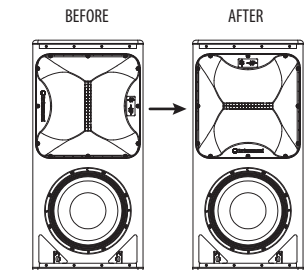

Fig. 6
13. Controllare tutti i componenti e confermare che l'orientamento del clacson sia corretto (fig 6).